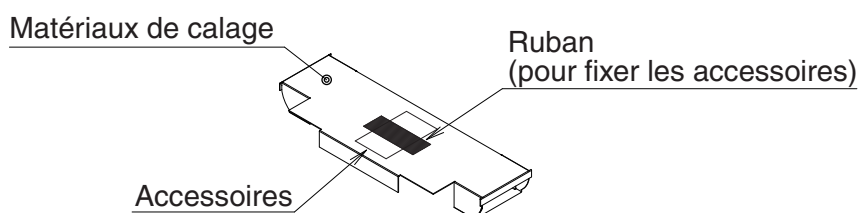

Fig. 2
- (3) Retirez les accessoires attachés aux matériaux de calage retirés. **(Reportez-vous à la Fig. 2)**